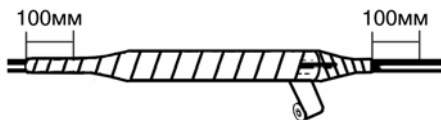

Рис. 9.28. Обмотка корпуса прямой муфты лентой VM.
9.2.19. При монтаже прямой муфты отступить на 100 мм от корпуса муфты и обмотать корпус муфты вместе с конусами лентой VM с перекрытием витков 50%. Обмотку закончить на расстоянии 100 мм противоположной стороны корпуса. Устранить слабины и морщины на конусах натяжением ленты VM при обмотке (рис. 9.28.).